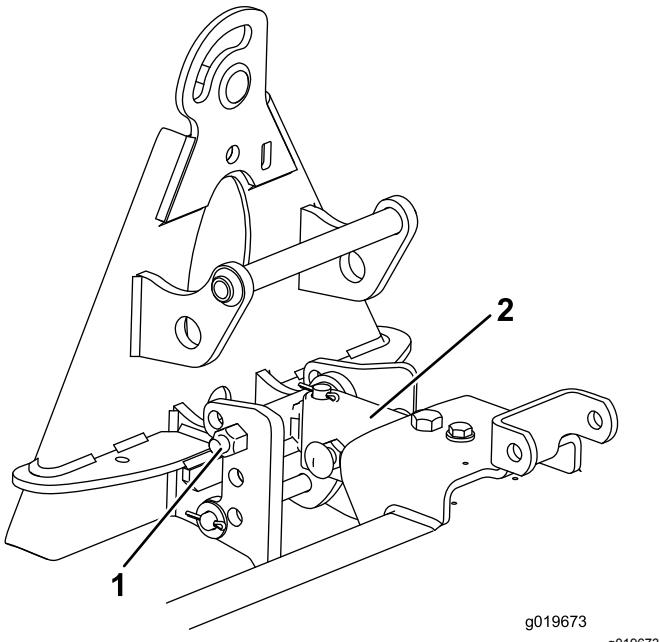

Figure 11
1. Montez le dispositif d'attelage dans les trous supérieurs du support de butée (Figure 11).
2. Placez le côté le plus long du tube de timon en haut et fixez-le sur la face inférieure du support (Figure 11).